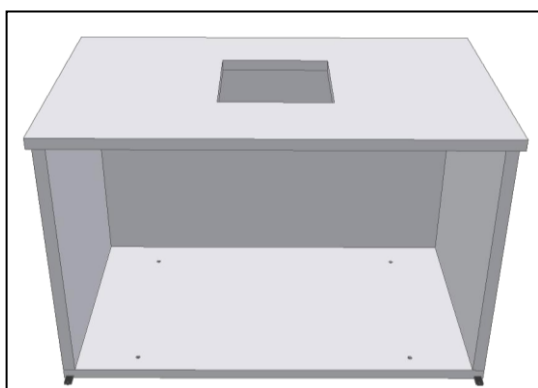

Fig. 6
- Encaixar o **painel do tampo** nos três painéis verticais e apertar apenas os fechos do painel das costas (Fig.6);